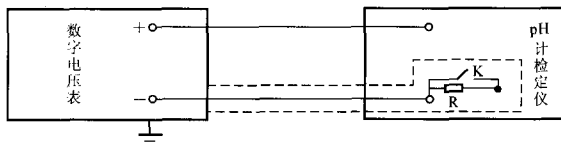

图 1 检定线路图
按图 1 接好线路, 开关 K 接通 (R 短路)。将检定仪温度补偿器置于 25.0℃, 调节电位输出挡为 pH=7 (即检定仪的零电位, 对应于 pH 计的等电位值), 此时数字电压表 (以下简称电压表) 零电势应在 ±0.2 mV 以内, 再将其示值清零。然后调节检定仪 pH 示值, 记下电压表的示值, 重复测量 3 次, 取平均值为  $E_{\text{实际}}$ 。在 pH=7~8, pH=7~6 之间每隔 0.2 pH 检定一点, 其后每隔 1 pH 检定一点, 直至 pH=14 和 pH=0。按式 (1) 计算检定仪 pH示值 误差  $\Delta\text{pH}_{\text{示值}}$ :
按图 1 接好线路, 开关 K 接通 (R 短路)。将检定仪温度补偿置于  $25.0\text{ }^{\circ}\text{C}$ , 调节电位输出挡为  $\text{pH}=7$ , 电压表示值应符合表 1 规定。然后分别将温度补偿放置  $25\text{ }^{\circ}\text{C}$  以外的量值。根据需要选择包括 2 个温度端点在内的温度标称值, 每隔  $5\text{ }^{\circ}\text{C}$  或  $10\text{ }^{\circ}\text{C}$  进行检定。在不同温度下分别将检定仪都调至  $\text{pH}=14$ , 然后分别记下电压表实际电位值, 重复测量 3 次, 取平均值  $E_{\text{实际}}$ 。按式 (2) 计算出检定仪在  $\text{pH}=7$  单位的温度补偿误差  $\Delta\text{pH}'_{\text{温度}}$ 。
按图 1 接好线路, 开关 K 断开 (接入 R, 取  $R=1\,000\ (1\pm 10\%) \text{ M}\Omega$ ), 调节检定仪使其示值为  $\text{pH}=7$ , 温度补偿置于  $25.0\text{ }^{\circ}\text{C}$ , 电压表零电势应在  $\pm 0.2\text{ mV}$  以内, 再将其示值清零。然后再调节检定仪, 使其示值为  $\text{pH}=10$ , 同时记下电压表示值  $E_i$ , 按式 (4) 计算出  $\text{pH}_i$  值: